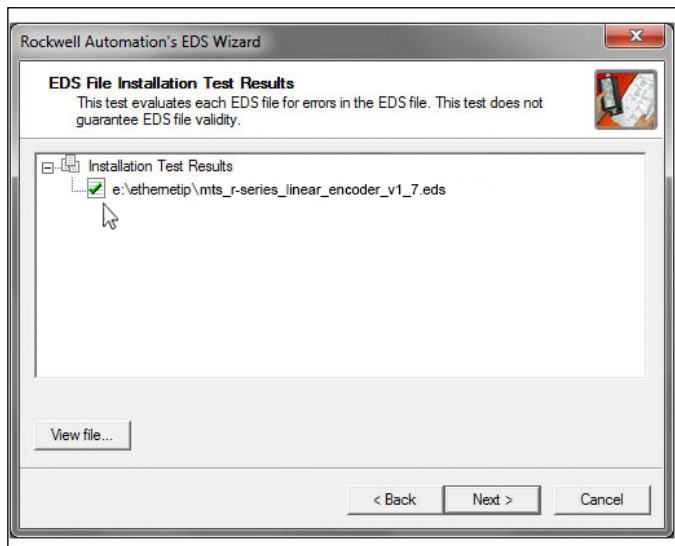

Abb. 112: Pfad der EDS-Datei bestätigen
6. Nach erfolgreicher Installation der EDS-Datei erscheint im folgenden Fenster ein grüner Haken vor dem Speicherort der EDS-Datei. Klicken Sie die Schaltfläche „Next >“ (Abb. 112).